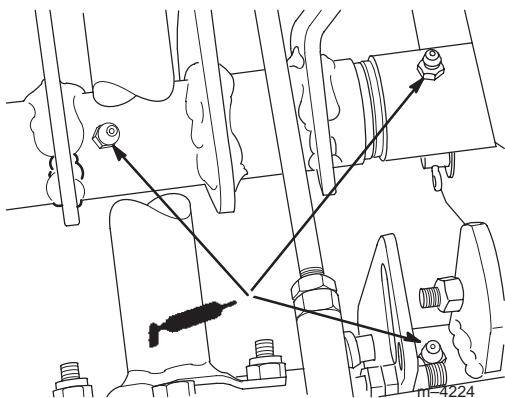

Figure 34
4. Lubrifiez les trois graisseurs (Fig. 34).